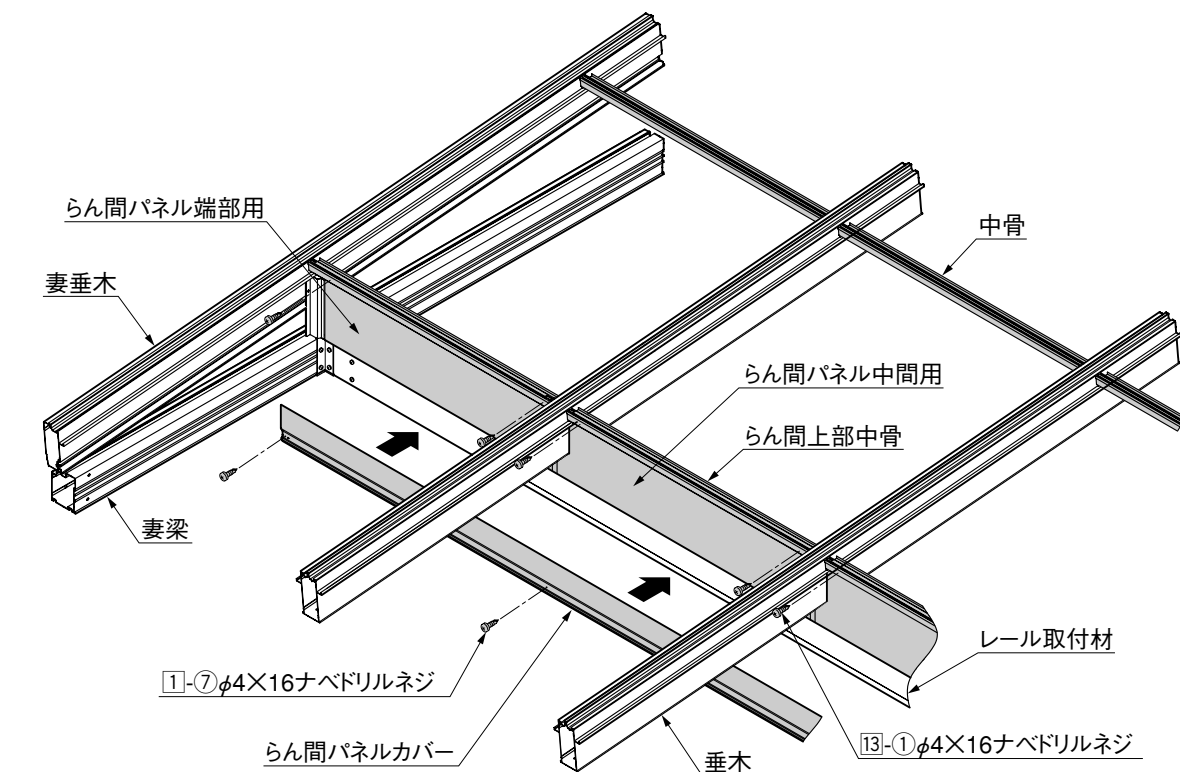

図11-6
① らん間パネルを図のように取付けてください。（図11-6参照）